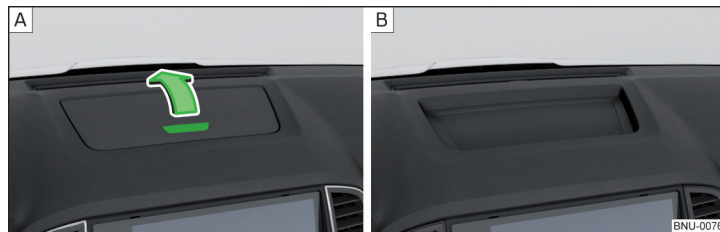

Abb. 101 Ablagefach öffnen / Nicht abschließbares Ablagefach
- Zum **Öffnen** die Taste drücken » Abb. 101 - **A**, der Deckel klappt in Pfeilrichtung.
Bei einigen Fahrzeugen verfügt das Ablagefach über keinen Deckel » Abb. 101 - **B** oder ist anstelle des Ablagefachs ein Lautsprechergitter verbaut.